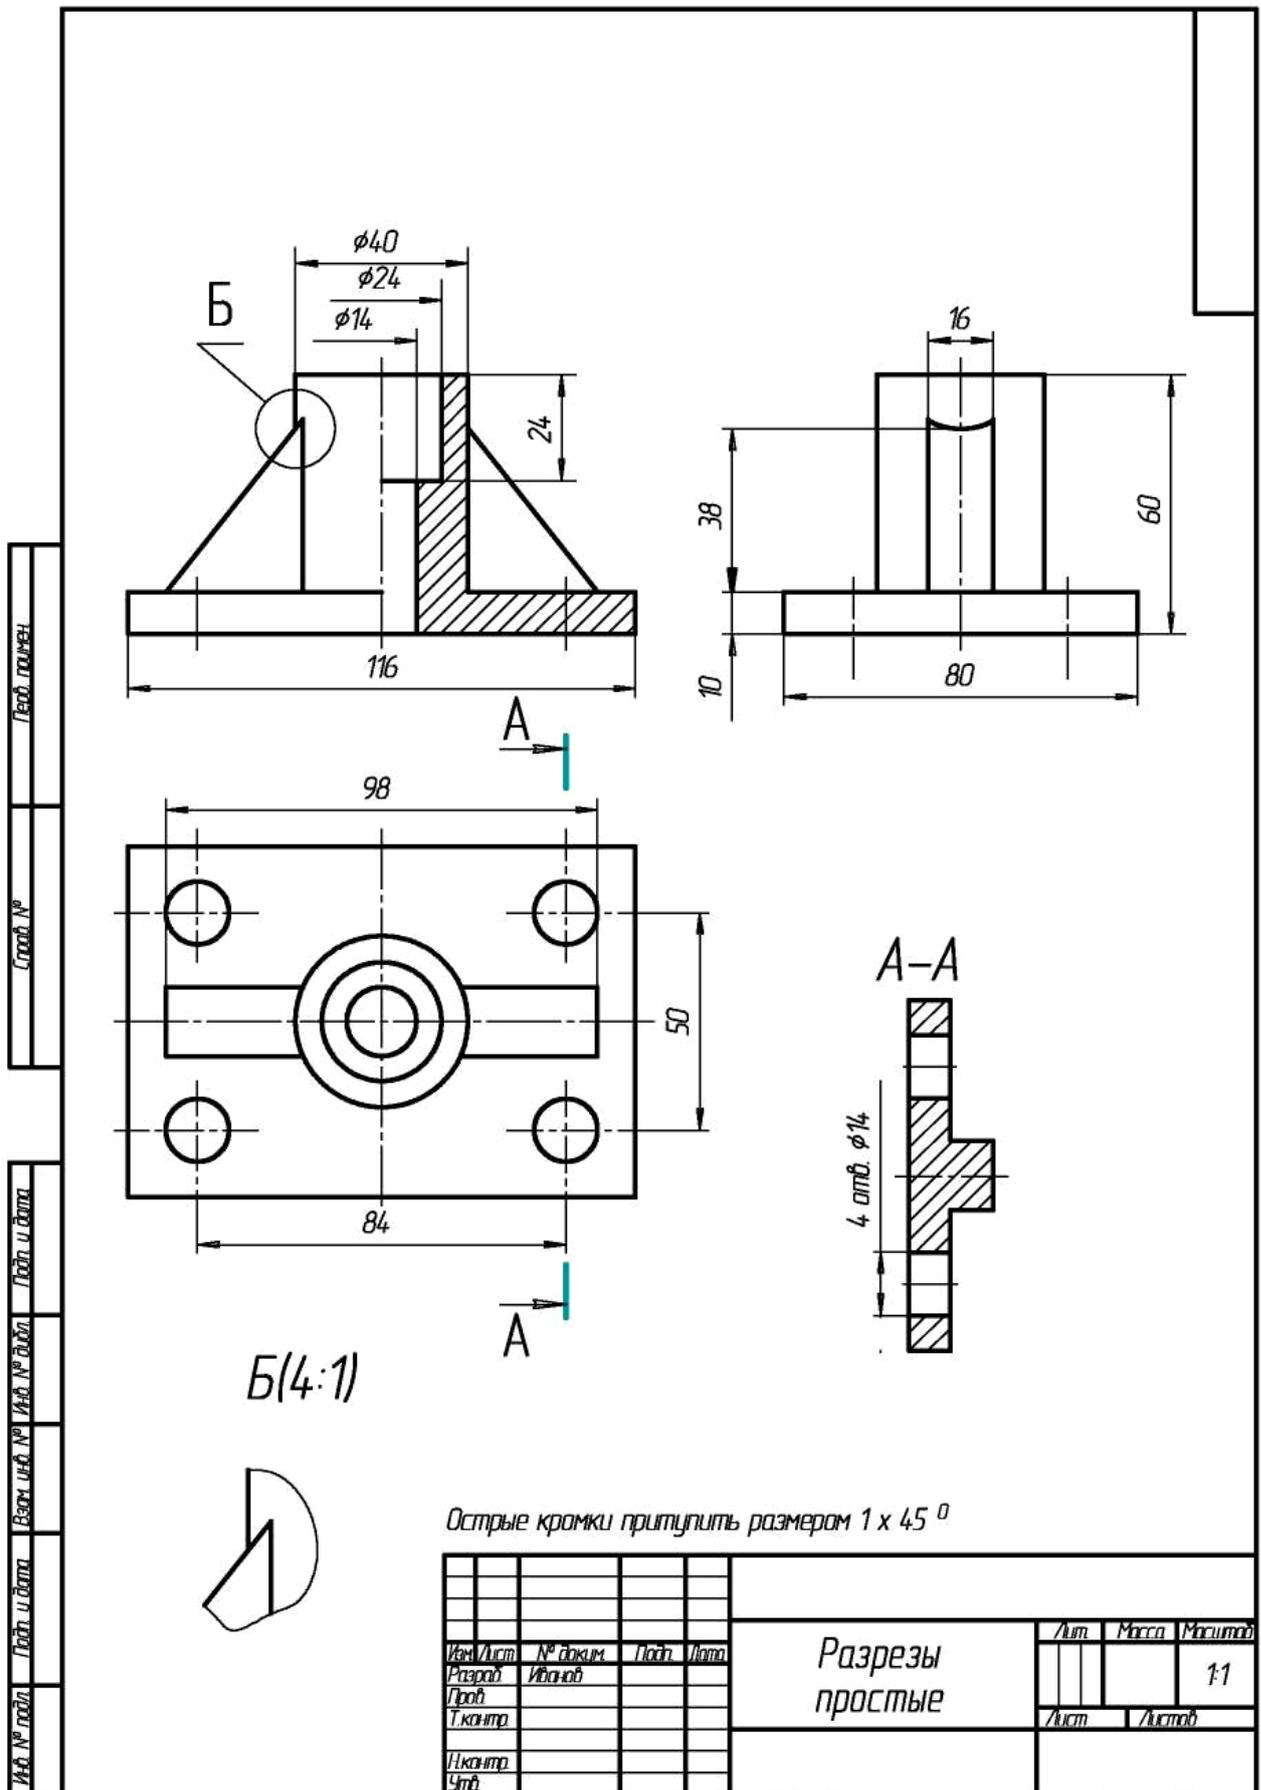

Рисунок 3.21 - Панель свойств после нажатия кнопки Обозначение центра
- Обозначение центра. Панель свойств при включении кнопки Обозначение центра (рис. 3.21) позволяет указать: координаты центра, угол наклона осей, тип (две оси или одна), условное обозначение центра в виде крестика.